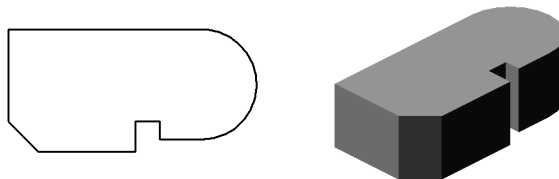

Рис. 80.3. Эскиз и элемент, образованный операцией выдавливания
- ▼ **Выдавливание** эскиза в направлении, перпендикулярном его плоскости (рис. 80.3).